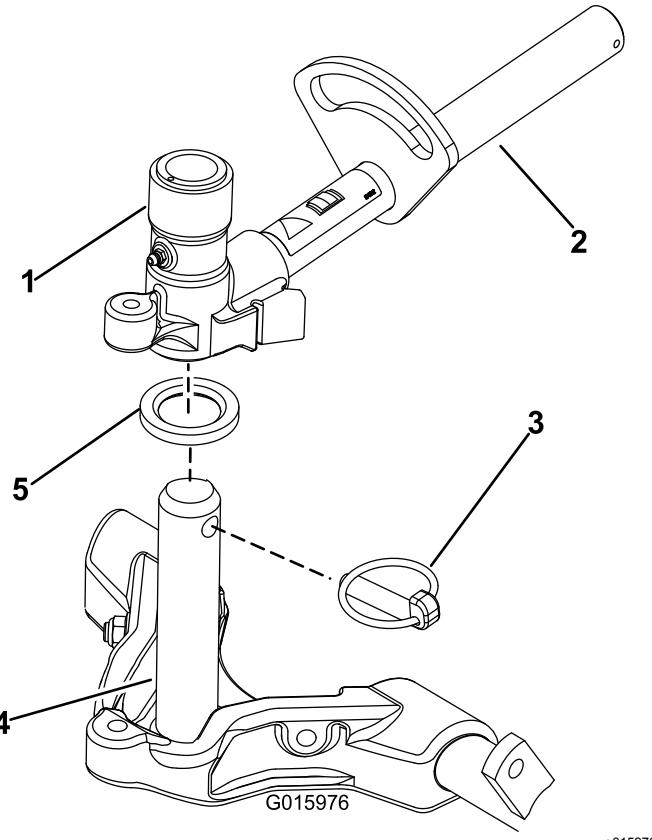

Рисунок 16
- Нанесите чистую консистентную смазку на ось несущей рамы (Рисунок 16).
- У передних режущих блоков: задвиньте режущий блок под подъемный рычаг, вставляя при этом ось несущей рамы в находящуюся над ней поворотную втулку подъемного рычага (Рисунок 16). Убедитесь, что упорная шайба расположена на оси несущей рамы.
- Закрепите ось несущей рамы в поворотной втулке подъемного рычага с помощью шплинта с кольцом (Рисунок 16).
- Наденьте втулку подъемного рычага на ось несущей рамы (Рисунок 16).